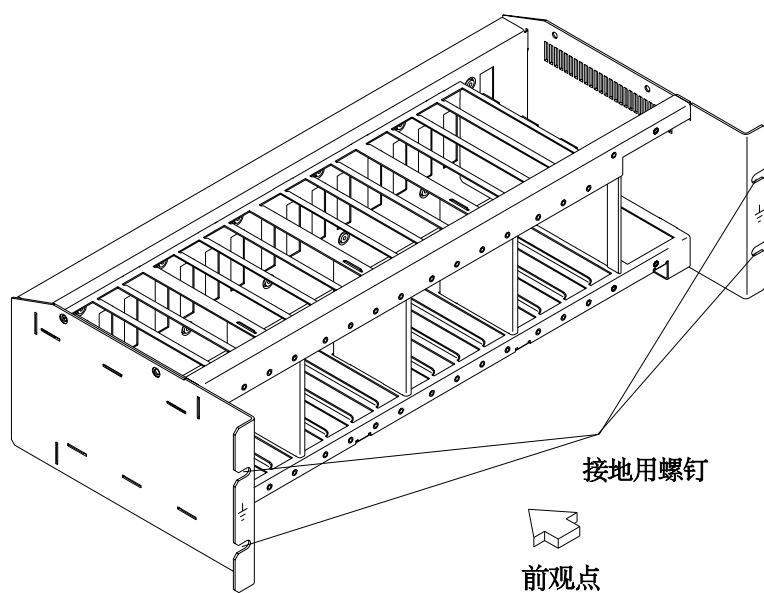

图 1-6. LCB 经螺钉接地
- 如果有 LCB，检查 LCB 外壳和控制器扩充间肯定有电力连接。这项操作必须在任何网络连接前进行（参见页 7 的图 1-6）。